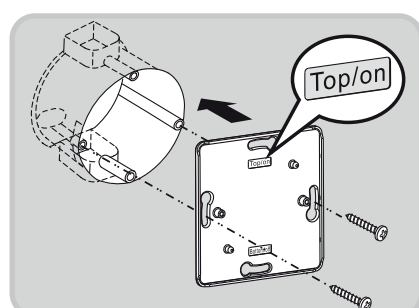

Fig. 11
- Montera stödramen på dosan med skruvar (se Fig. 11).